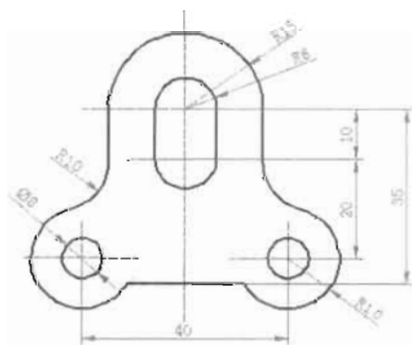

图 10-77
(5) 执行“标注>直径”菜单命令, 标注零件图中的螺孔的直径, 如图 10-77 所示, 命令执行过程如下。